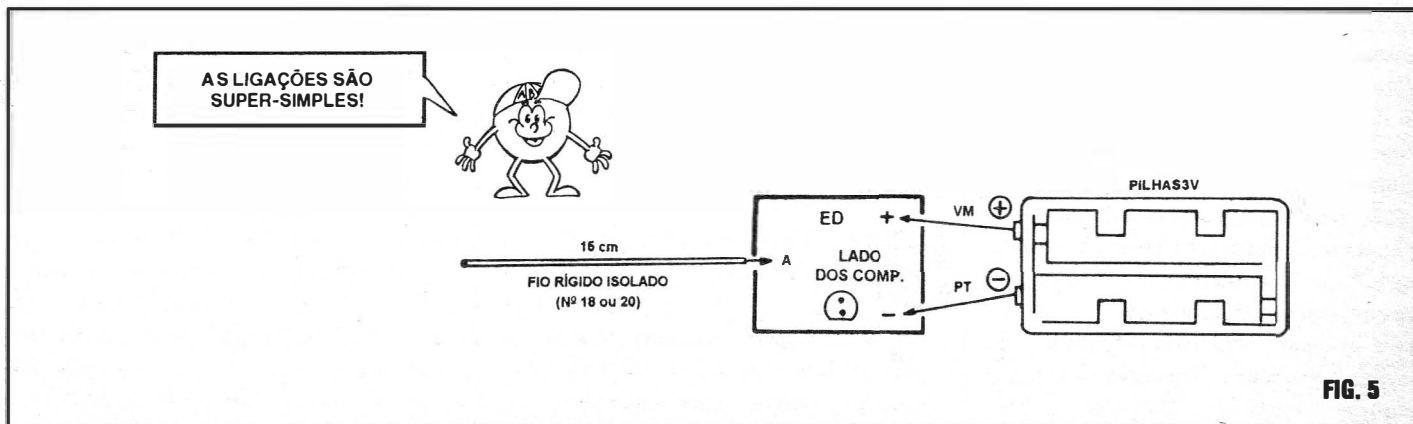

FIG. 5
- **FIG. 5 - CONEXÕES EXTERNAS À PLACA** - O aproveitamento das ditadas ilhas “periféricas”, fica agora evidente, com o detalhamento das conexões externas à placa. Os cuidados são poucos (porém importantes...): ligar corretamente os três terminais do LED bicolor, identificar também corretamente as polaridades dos cabos e garras da alimentação (usar a “jacaré” vermelha para o positivo, e preta para o negativo...), etc. A conexão à ponta de prova deve ser curta, a do LED direta, e a da alimentação, com cabos mais ou menos longos, facilitando o uso e o acesso da energia “roubada” do circuito sob prova...
- FIG. 5 - “CONEXÕES EXTERNAS À PLACA” - Também super-simples (como o próprio circuito...), basta aproveitar as ilhas periféricas já mencionadas no item anterior, e referenciar as ligações pela ilustração (que ainda mostra a plaquinha pelo lado não cobreado...). Observar a polaridade da alimentação, sempre com o fio **vermelho** do suporte de pilhas correspondendo ao **positivo** e o fio **preto** ao **negativo**. Quanto à “antena”, o pedaço de fio rígido isolado pode ser, numa das suas extremidades, ligado diretamente à placa, bastando para isso “desencapar” cerca de 1 cm. (remover o isolamento) na referida ponta do condutor. Como o circuito é (propositalmente) **muito** sensível, mas ainda se recomenda a velha “ladainha”: manter toda a fiação (no caso apenas os cabos que vão ao suporte de pilhas) tão curta quanto possível, sem “penduricalhos”...
(em termos energéticos...) "insistam" em dotar o circuito de um interruptor geral... Pode colocá-lo, se quiserem, intercalando-o no fio do **positivo** (vermelho) da alimentação (rever fig. 5).